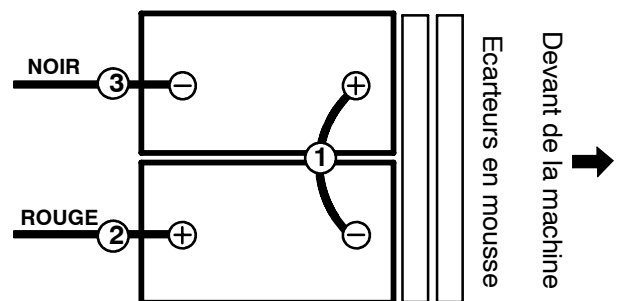

FIG. 2
3. Placez avec précaution les batteries dans le chariot du compartiment de batteries et disposez les cosses des batteries comme illustré (Figure 2). Insérez les deux écarteurs en mousse devant les batteries, comme illustré.